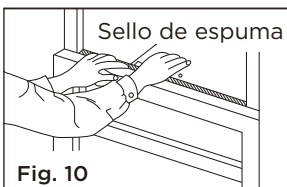

Fig. 10
- D. Corte el sello de espuma de la hoja de la ventana y pongala en el lugar entre las hojas superiores y inferiores. (Fig. 10).